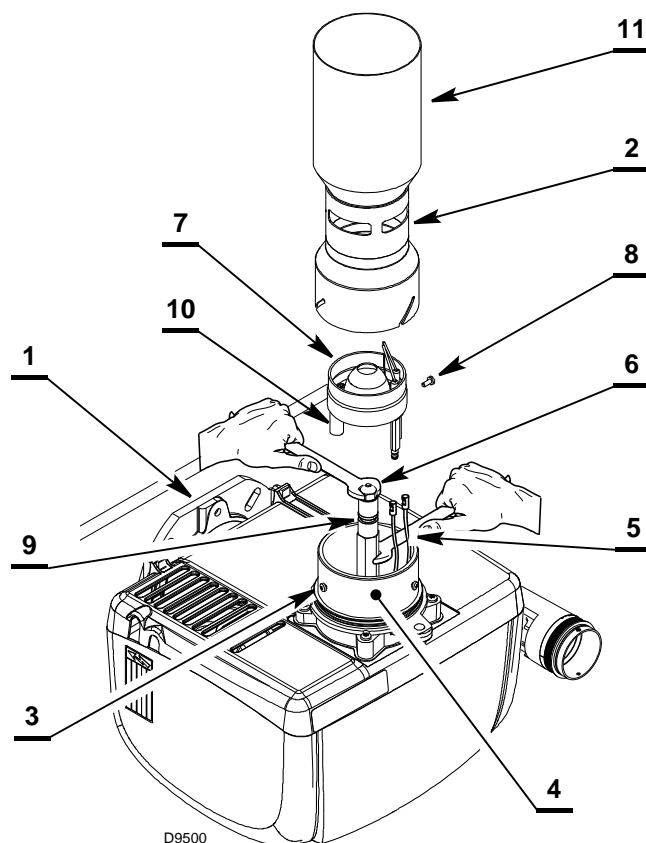
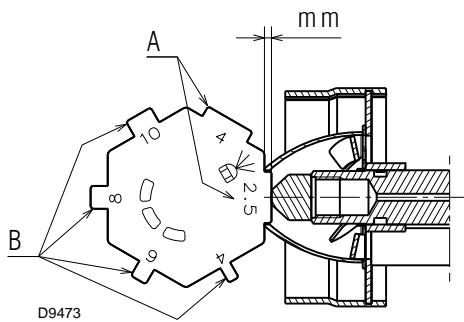

Abb. 25
Abb. 27
- den Brenner am Flansch 1) (Abb. 25) anschließen.
- den Brenner am Flansch 1) (Abb. 25) anschließen und die Schrauben (3) lockern;
DEN DÜSENSTOCK MIT HILFE EINES SCHRAUBENSCHLÜSSELS HALTEN (Abb. 25).
- Mit der beiliegenden Schablone 2) (Abb. 27) die richtige Positionierung des Kopfblocks 1) prüfen, befolgen Sie dazu die Hinweise aus Tab. B.
- Das Brennerrohr 2) (Abb. 25) montieren und mit den Schrauben 3) mit einem Drehmoment von max. 0,8 Nm befestigen, die Öffnung der Schlitz wie in Tab. A Seite 17 angegeben einstellen (die beiliegende Schablone verwenden) (Abb. 27).